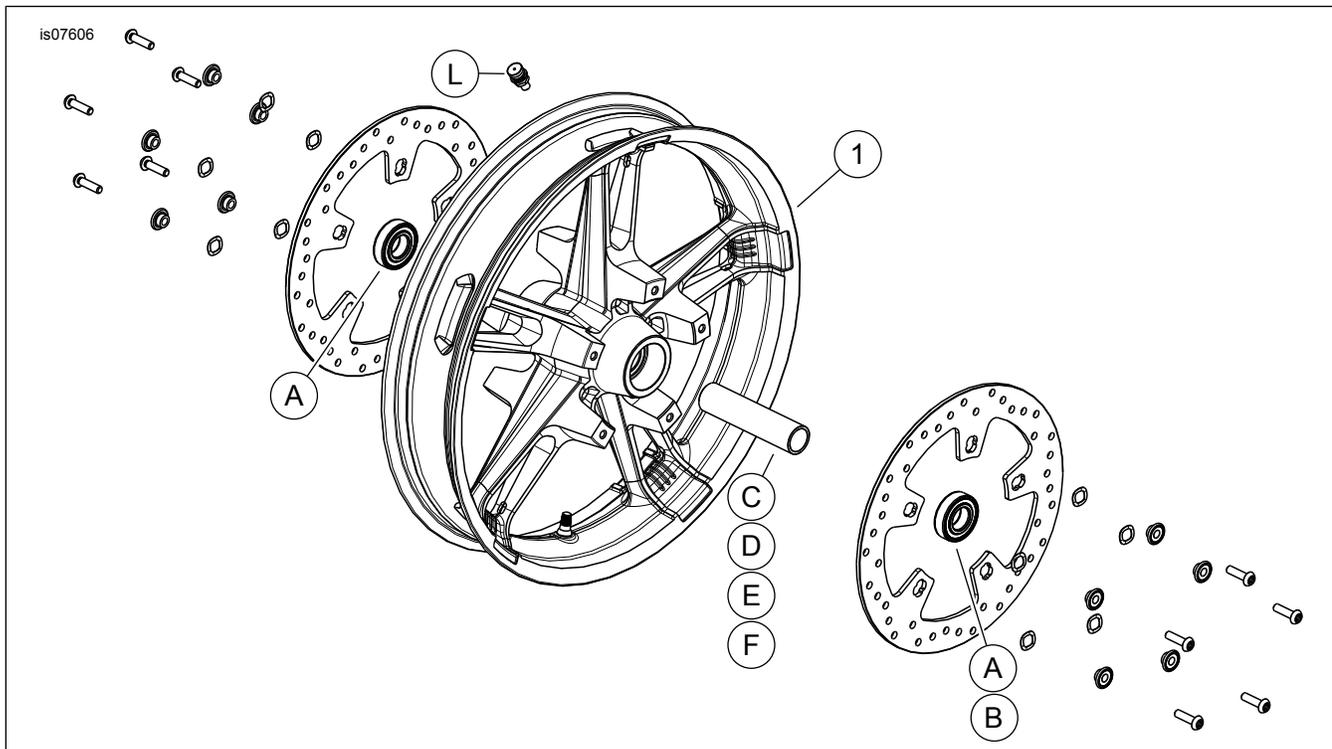

Figura 1. Peças de reposição: RODAS DIANTEIRAS ENFORCER, kit 43300336 exibido.
2. Veja Figura 1. Instale o conjunto da haste da válvula (N) na roda. Consulte PNEUS no Manual de serviço.